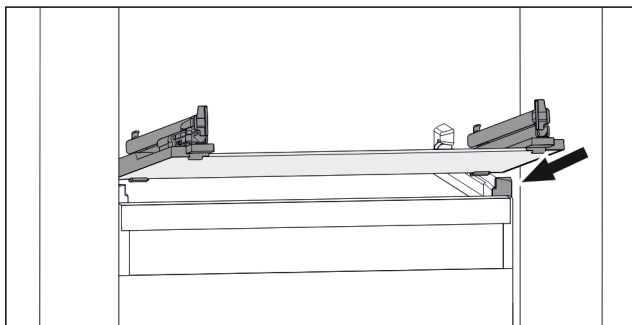

Fig. 51 Shembull ilustrues i pllakës së xhamit
- Vendosni pllakën e xhamit pjerrtas prapa ndaluesve. (shihni Fig. 51)